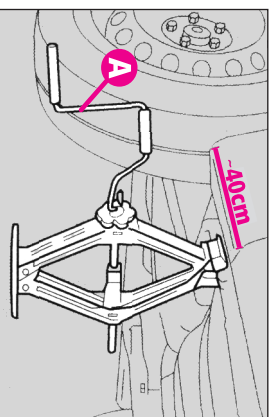
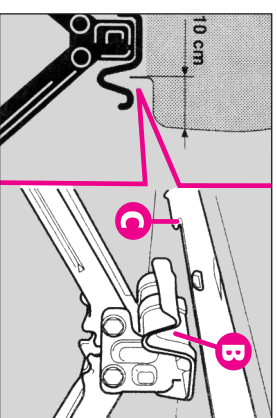

fig.5
fig.6
- cu ajutorul manivelei (A-fig. 5) ridicați cricul până când suportul (B-fig.6) din partea sa superioară se fixează corect pe caroserie (C-fig.6) la aprox. 40 cm de pasajul roții.